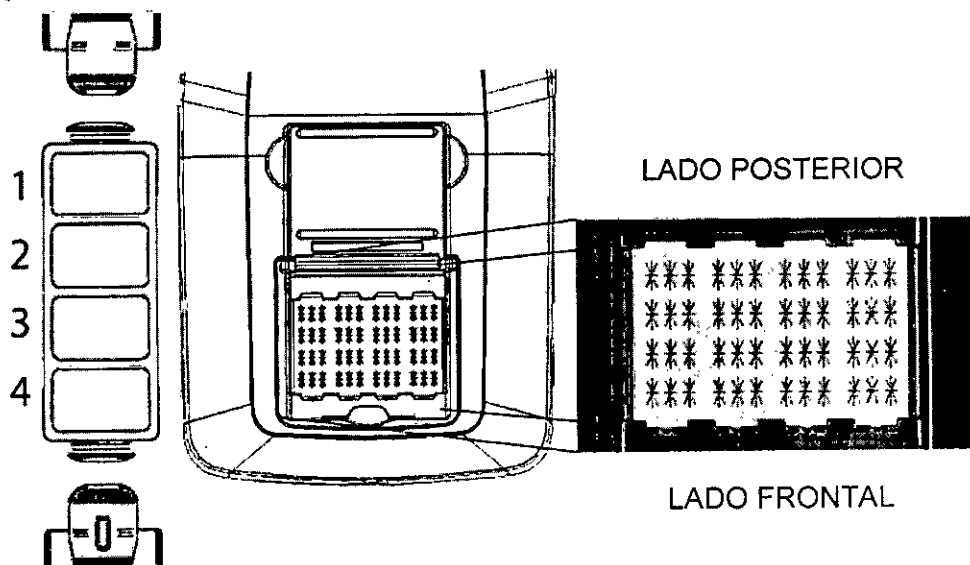

Figura 3. Orientación del casete de VPH en la cámara térmica
5. Cada reacción en los casetes debe etiquetarse con una muestra individual correspondiente. Coloque los casetes etiquetados en la cámara térmica. Asegúrese de que todos los casetes están correctamente orientados (tal como se muestra en la **Figura 3**). Cuando el casete esté bien encajado se oirá un "clic".